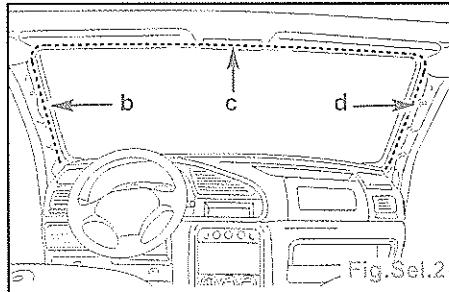

Fig.Sel.2
- Découper le cordon en commençant par les côtés (b), (d), finir par la partie supérieure (c) (Fig.Sel.2).